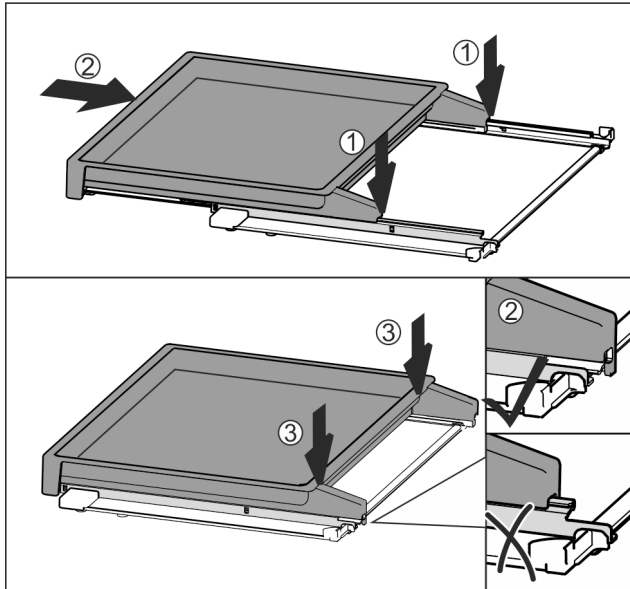

Fig. 175
- ▶ 居中放在轨道上 Fig. 175 (1)。
- ▶ 将拉出式搁板完全推入 Fig. 175 (2)。
- ▶ 按下后端，直至听到卡紧声 Fig. 175 (3)。